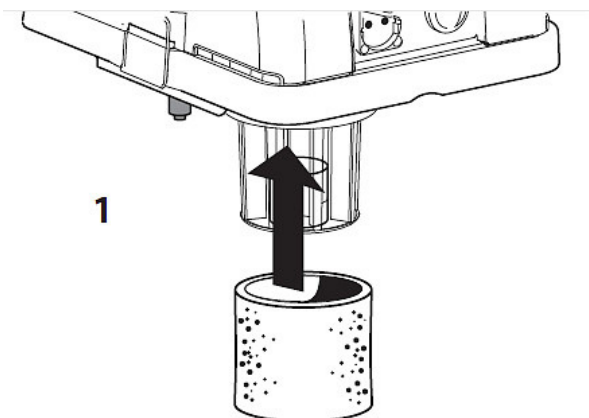

Abb. 5: Montage des Filter
Schritt 1: Öffnen Sie den Karton und entnehmen Sie den PU-Filter. Setzen Sie den Filter laut Abb.5 ein.